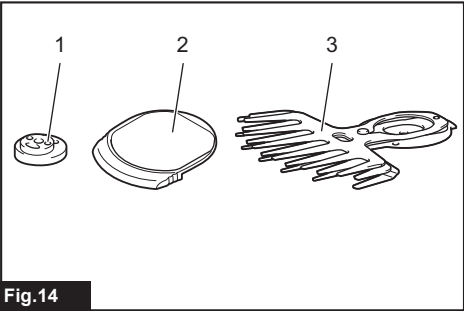

Fig.14
► **Abb.14:** 1. Rückabdeckung 2. Schraube